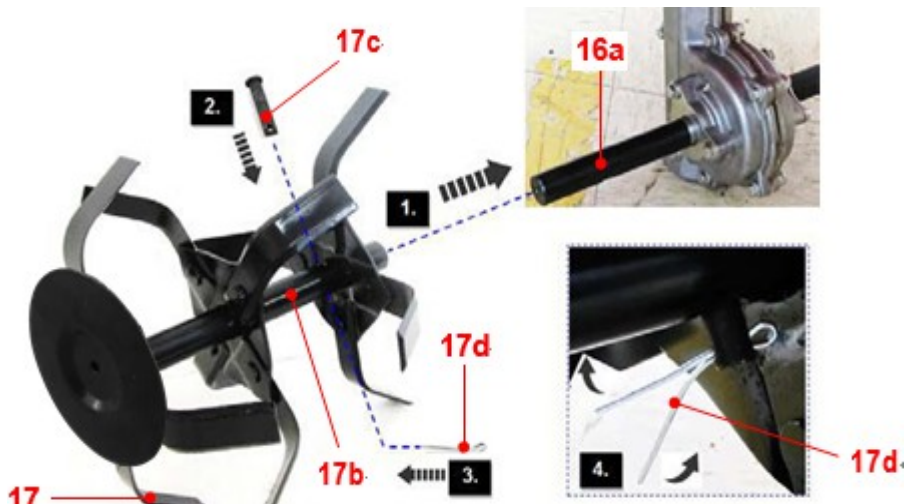

Fig.2
2. Alignez l'axe (16a) pour ensuite l'insérer dans l'arbre (17b) du jeu de fraise (17). Tournez l'assemblage jusqu'à l'alignement des trous. (Fig.2, étape 1).
3. Sécurisez la connexion avec un boulon et une éclisse (17d) (Fig.2, étape 2-4).